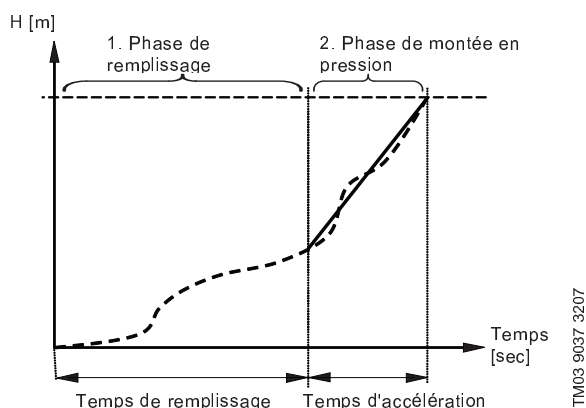

Fig. 19 Montée en pression progressive
2. Lorsque le capteur de pression du système détecte que la tuyauterie est remplie, la pression est augmentée jusqu'à ce qu'elle atteigne le point de consigne. Voir fig. 19.